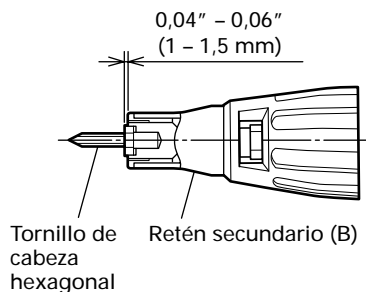

Fig. 4
(1) Para tornillos de cabeza hexagonal (Fig. 4)